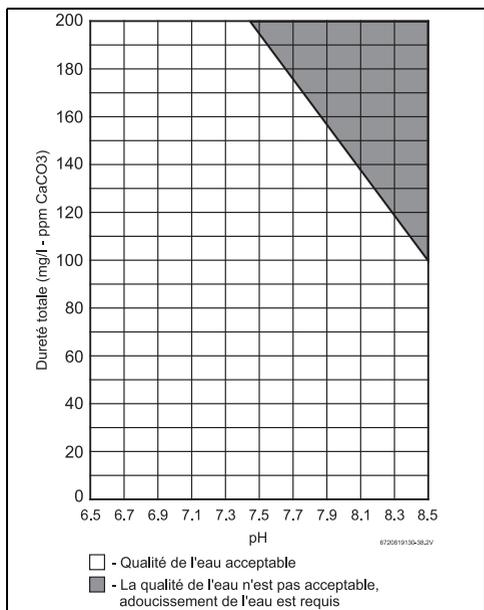

Fig. 26 Dureté totale et pH de l'eau
La qualité de l'eau peut influencer la durée de vie de l'appareil. L'eau alimentant le Infinity Tankless® K-Series doit être conforme avec le tableau 17 et fig. 26.
Pour connaître les données d'analyse de l'eau, il convient d'appeler votre service local de l'eau ou, en cas d'installation avec de l'eau de puits, de faire analyser régulièrement l'eau. Un entartrage important se formera si la combinaison de la dureté totale de l'eau et du pH dépasse les valeurs spécifiées dans la fig. 26 (zone grise), Bradford White recommande de consulter un professionnel local du traitement de l'eau pour des options d'adoucissement/de conditionnement de l'eau.
1. Les valeurs maximales de dureté totale et du pH doivent être évaluées en combinaison. Les valeurs maximales indiquées seront réduites selon la fig. 26.